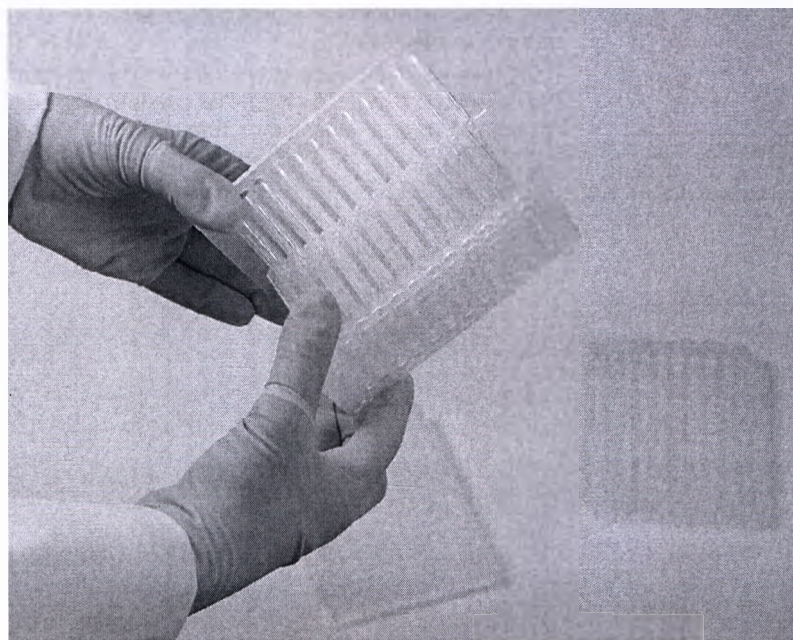
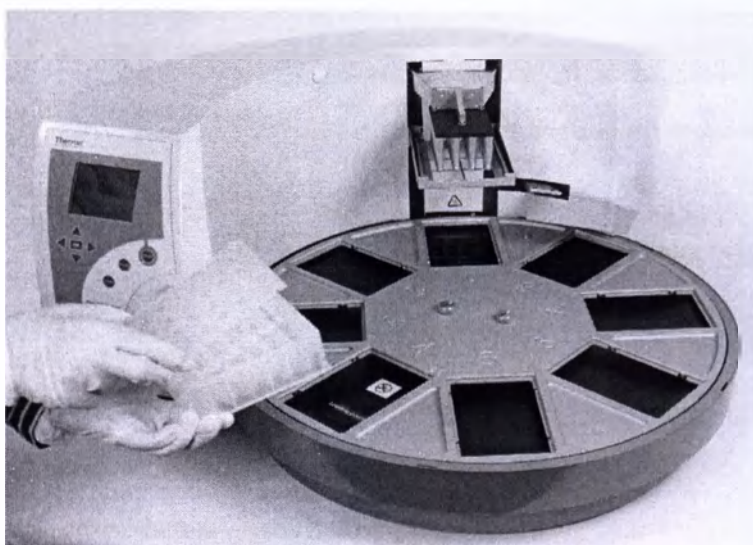

Рис. 6.3 Разделение гребенок наконечников
Рис. 6.5 Установка гребенки наконечников 24 на глубокий планшет 24 (A)
2. Распаковать и разделить гребенки наконечников (Рис.6.3). Поместить одну гребенку наконечников на планшет (200 мкл) для KingFisher 96 (Рис. 6.5 и 6.6).
Гребенка наконечников всегда должен устанавливаться на планшет KingFisher Flex вручную (Рис. 6.5 - 6.7). Инструмент функционирует с одной установленной гребенкой наконечников и с большим количеством планшетов (в зависимости от количества циклов). В течение одного цикла на планшет KingFisher Flex может быть установлена только одна гребенка наконечников (Рис. 5.15). Нажать кнопку **start** для подтверждения установки планшета.